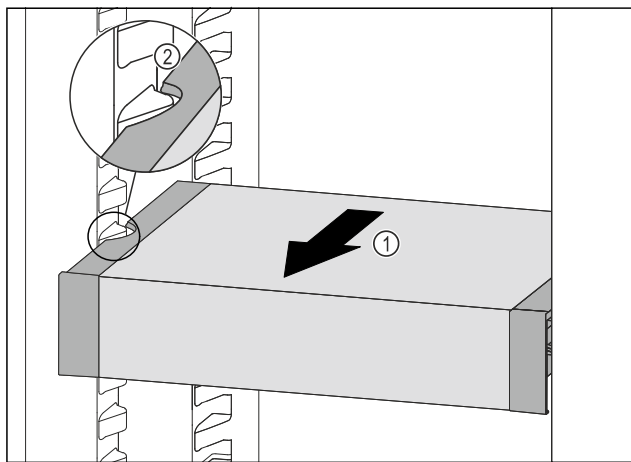

Fig. 199
- Tirare VarioSafe in avanti Fig. 199 (1) fino a quando le cavità laterali di VarioSafe non si trovano al livello della nervatura del contenitore nel vano frigorifero. Fig. 199 (2)